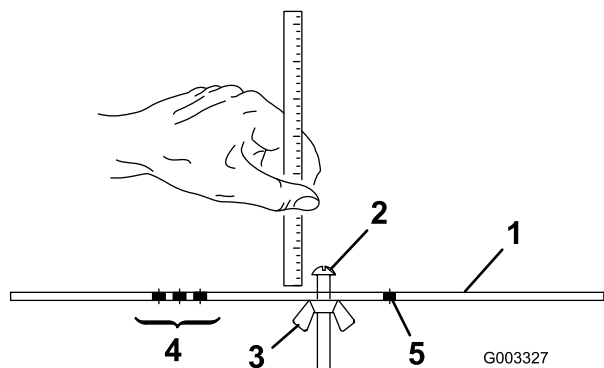

Figura 20
- 2. Allentate il dado sulla barra di misura (Figura 20) e posizionate la vite di regolazione all'altezza di taglio opportuna.